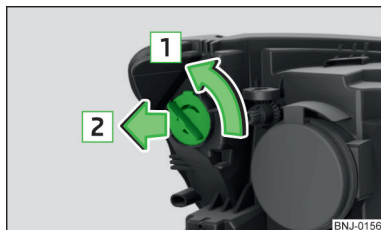

Bild 209
- » Vrid sockeln med glödlampen i pilens riktning **1** » bild 209.